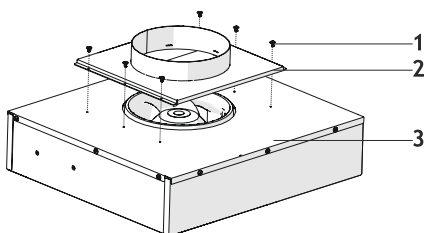

Fig. 19
6. ➡ ■ Hvis nødvendigt; skrues aftrækspladen af motoren, for at skubbe motor under soklen på plads. Skru derefter aftrækspladen på igennem hullet der er lavet til motor på bundpladen. (Fig. 19).